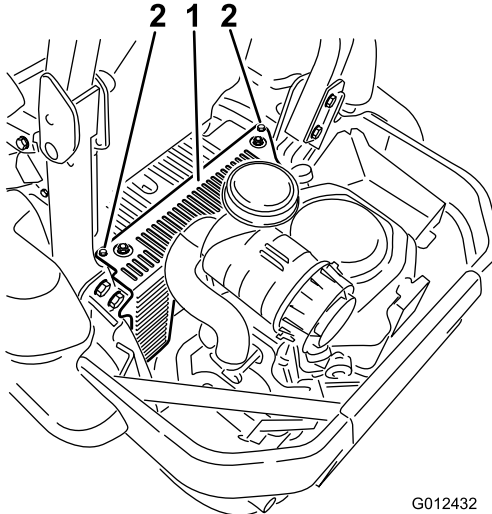

Figura 56
3. Rimuovete la copertura dell'unità idraulica e i relativi 2 bulloni (Figura 56). Questa operazione vi garantisce accesso alla candela anteriore.
Montate la copertura dell'unità idraulica (Figura 56).